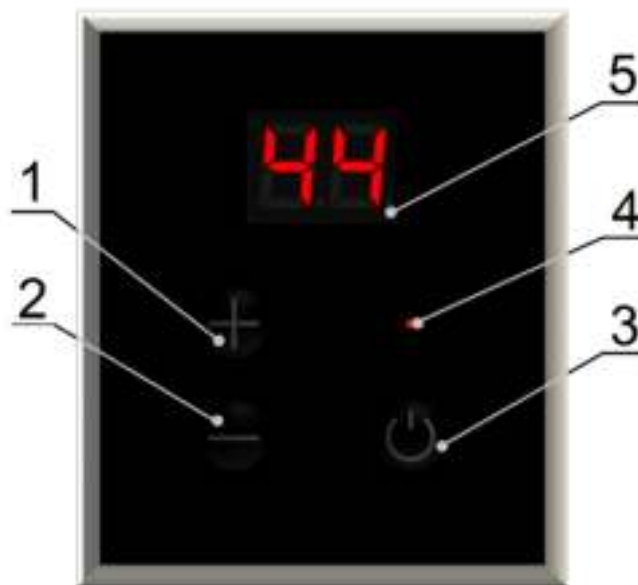

Рисунок 2. Панель управления аппарата
- открыть кран горячей воды, и нажать кнопку **<3>** (см. рис. 2, стр. 7), при этом должны начаться искровые разряды между свечой и горелкой (если расход воды, проходящей через аппарат, будет не менее 2,5 л/мин), от искровых разрядов должна воспламениться горелка.
Температура горячей воды, выходящей из аппарата, отображается на цифровом дисплее панели управления (рис. 2). Также на дисплее при нажатии кнопок 3 или 4 отображается задаваемая пользователем температура горячей воды. Нажатие на кнопку 4 уменьшает задаваемую температуру, на кнопку 3 – увеличивает её. Температуру горячей воды можно задавать в пределах от 30 °C до 65 °C с шагом 1 °C. Через 2–3 с после прекращения нажатия на кнопки управления на дисплее отображается действительная температура горячей воды на выходе из аппарата.